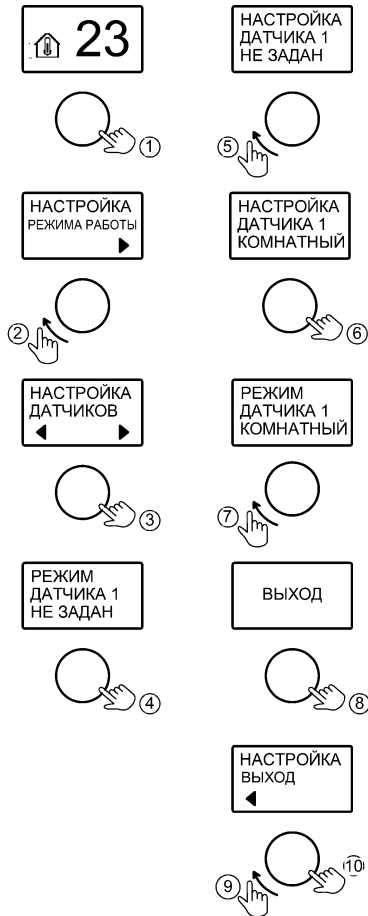

Рисунок 12. Настройка датчиков температуры воздуха
10.5 Вкладка «ДАТЧИКИ t° ВОЗДУХА» предназначена для активации предварительно подключенных датчиков температуры воздуха (см. рис.12). Подключение должен выполнять квалифицированный специалист. При выборе роли «КОМНАТНЫЙ» и активации режима «КОМНАТНЫЙ» (см. рис.5) котел будет поддерживать заданное значение температуры воздуха в помещении. При выборе роли «УЛИЧНЫЙ» и активации режима «УЛИЧНЫЙ» (см. рис.6) котел будет поддерживать температуру теплоносителя в зависимости от температуры